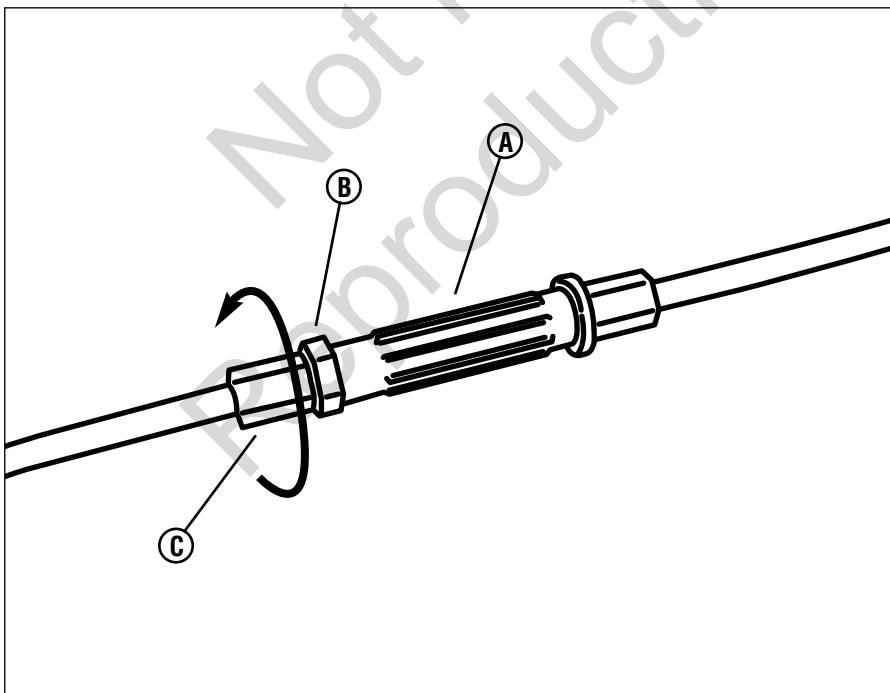

Figura 21: Ajuste del cable del sistema de tracción de las ruedas
1. Si el sistema de tracción se está deslizando, afloje la contratuerca (**B**, **Figura 21**) en la tensor de ajuste (**A**), y gire el casquillo (**C**) media (1/2) vuelta en la dirección mostrada. Pruebe el sistema de tracción y revise en cuanto al deslizamiento.